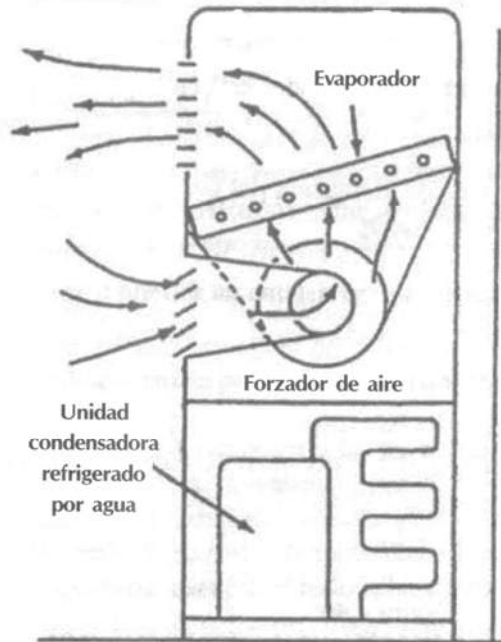

Fig 22: Unidad de AA compacta
- ☞ **Unidades compactas:** Tal como las unidades de ventana, todo el equipo está instalado en un gabinete que aloja todos los componentes del sistema (ver fig 22). El condensador puede ser enfriado por aire o por agua. Deben estar equipadas con entrada de aire para renovación del aire del ambiente a acondicionar y sistema de recolección y evacuación del agua condensada. Se emplean habitualmente en instalaciones comerciales donde el espacio es muy limitado y las necesidades de enfriamiento no pueden ser satisfechas por otro tipo de acondicionador de aire.